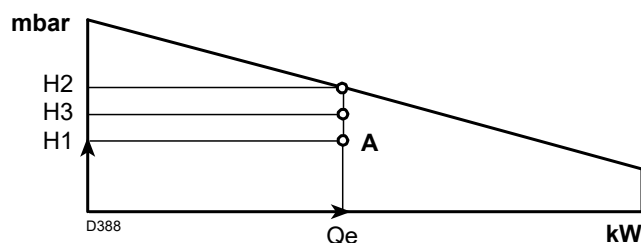

Fig. 36
point A qui doit rester dans les limites de la plage de puissance (Fig. 36).
- 4 -Tracer une verticale à partir du point A, Fig. 36, et trouver la pression maximale H2 de la plage de puissance.
Si H3 est supérieure à H1, comme dans la Fig. 36, le brûleur peut fournir le débit demandé.